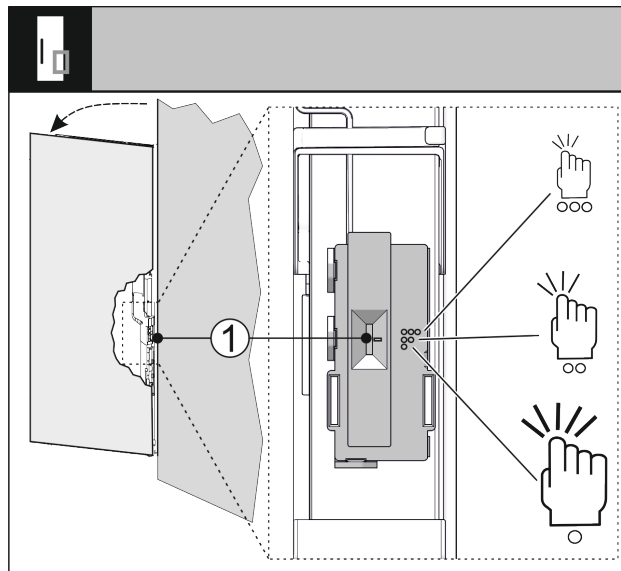

Fig. 70
Osjetljivost senzora kucanja možete namjestiti sklopkom Fig. 70 (1). Sklopka se nalazi na strani šarke na donjoj trećini vrata.
► Gurnite sklopku Fig. 70 (1) u željeni položaj sklopke.